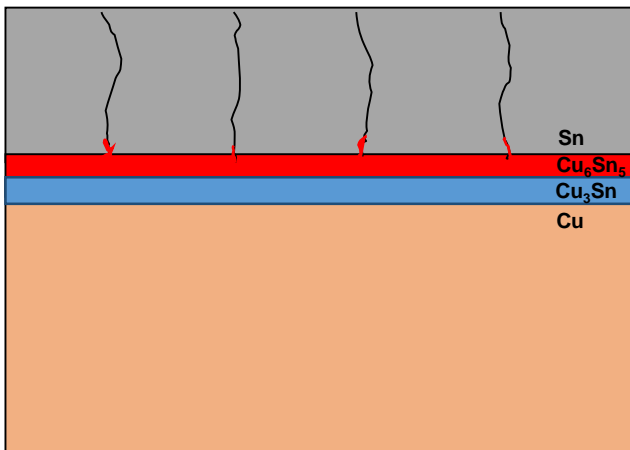

Abbildung 5: Bildung von Cu_3Sn durch Wärmebehandlung
- Durchführung einer zusätzlichen Wärmebehandlung innerhalb von 24 Stunden nach der Galvanisierung bei Temperaturen von mindestens 60 °C (empfohlen: 1 Std. bei 150 °C) Eine Cu_3Sn -Schicht bildet sich dann aus der Cu_6Sn_5 -Phase darunter aus. Diese fungiert als Sperrschicht für die weitere Migration von Cu_6Sn_5 (siehe Abbildung 5). Cu_3Sn hat eine geringere Gitterkonstante und trägt insofern nicht zur Belastung innerhalb der Zinnschicht bei. Da bei höheren Temperaturen Diffusion durch den Festkörper vorherrscht, entsteht eine regelmäßige Doppelschicht. Die Neigung zum Eindringen in die Korngrenzen ist niedriger, da die Kupferdiffusion bei zunehmender Stärke der Sperrschichten reduziert wird.